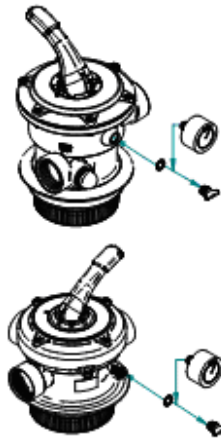

Fig. 19
7. Entfernen Sie die weiße *multifunktionelles ventil* verschraubung, wenden Sie etwas gelieferten Teflon um das Manometergewinde (wahlweise freigestellt für SF15, 25) an und schrauben Sie dann das Manometer mit einem Schlüssel mit keiner Stärke auf dem Plastikkasten (Fig. 19).